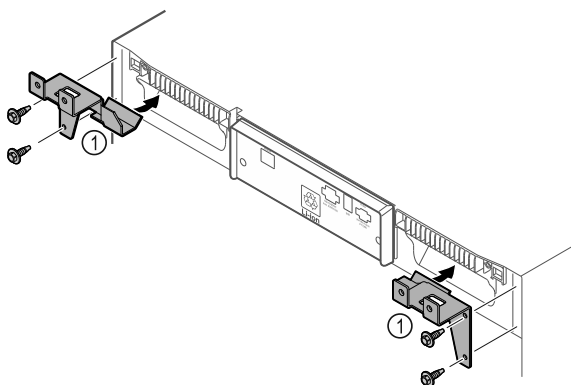

Fig. 10
- ▶ Monter holdedeler *Fig. 10 (1)* med selvskruende skruer på apparatet.